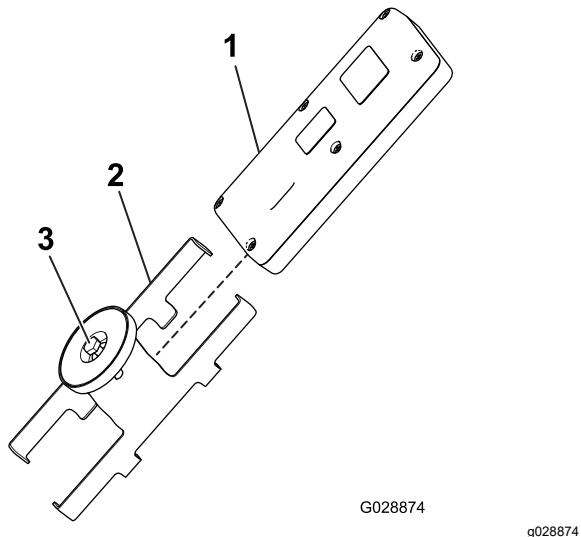

Figure 48
1. Desserrez le boulon dans l'aimant du support magnétique de la télécommande (Figure 48).
2. Écartez les côtés du support et retirez la télécommande (Figure 48).
8. Placez la télécommande portable dans le support magnétique, réunissez les deux moitiés pour fixer la télécommande et serrez le boulon dans l'aimant (Figure 48).